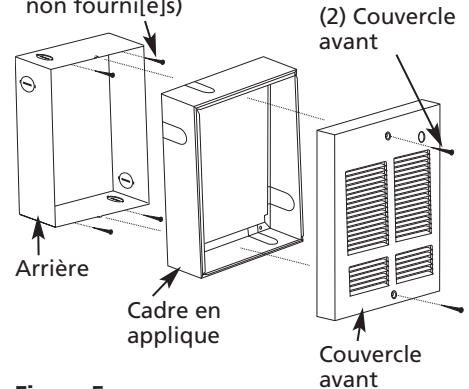

Figure 5
6. Ce radiateur doit seulement être monté sur un mur (à l'exception des appareils 1 000 watts qui peuvent être montés au plafond) en utilisant le boîtier arrière (inclus), qui peut être installé encastré ou en applique grâce au kit d'installation 5ZK72D en option. Voir Figure 5.
2. Si l'alimentation provient du mur ou du plafond, enlever l'alvéole défonçable au dos du boîtier arrière et installer le collier de serrage en laissant environ 152 mm (6 po) de câble dans le boîtier arrière. Fixer solidement le boîtier arrière à la structure de l'édifice en utilisant les quatre (4) trous du boîtier arrière (voir la Figure 5).